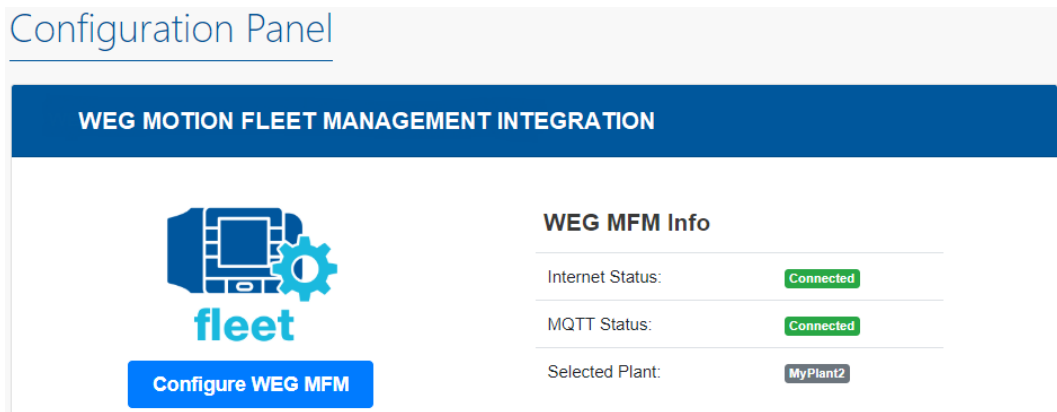

Figura 6.23: Drive Scan vinculado al MFM
Paso 17 El Drive Scan ya está debidamente configurado en el MFM (Figura 6.23).
Aguarde la reinicialización del Drive Scan, que estará pronto para ser operado (Figura 6.23).